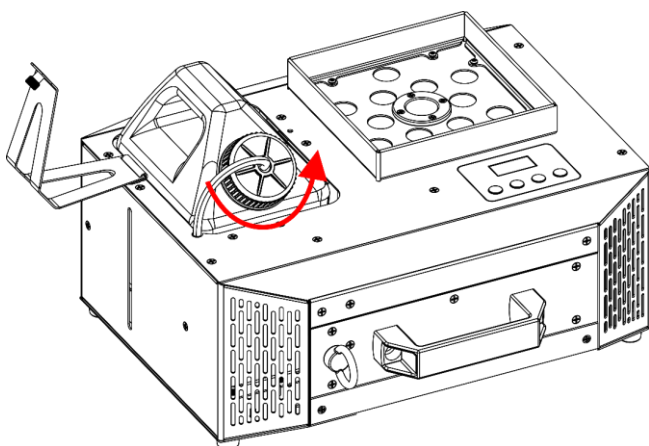

Fig. 30
- 04) Schroef het deksel van de vloeistoftank los, zoals getoond in Fig. 30.